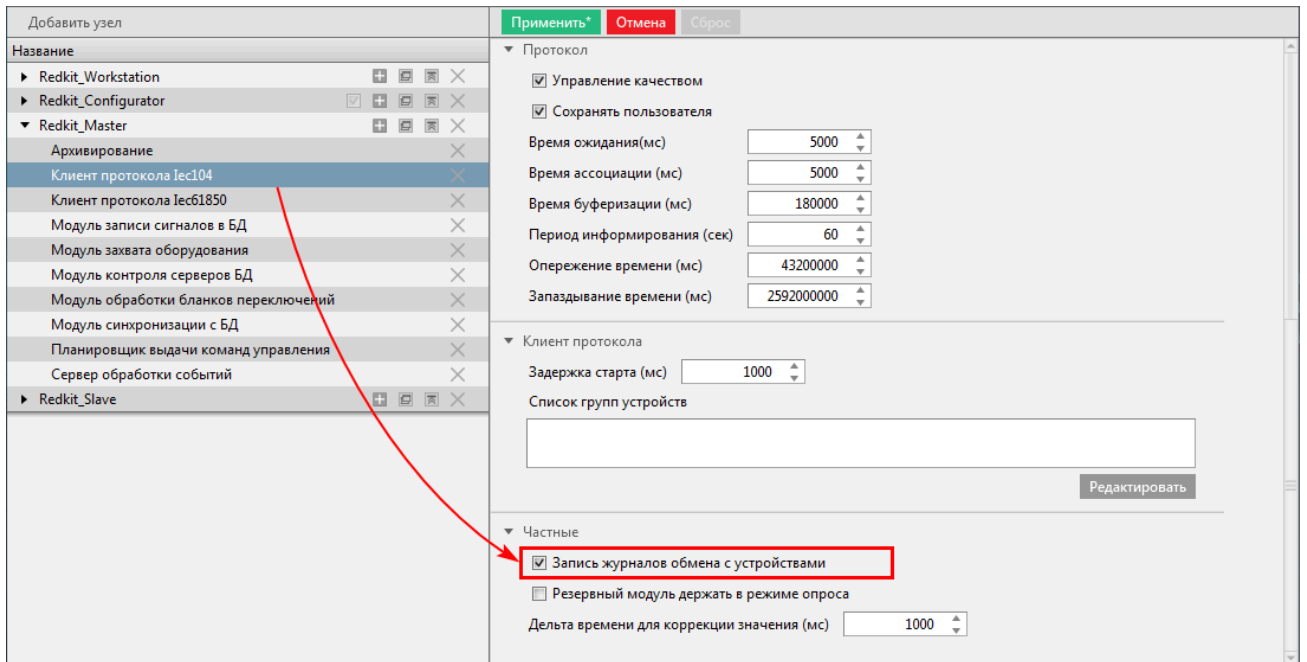

Рисунок 80 - Запись журналов обмена с устройствами
2. Отметьте чекбокс у настройки **Запись журналов обмена с устройствами** (Рисунок 80).